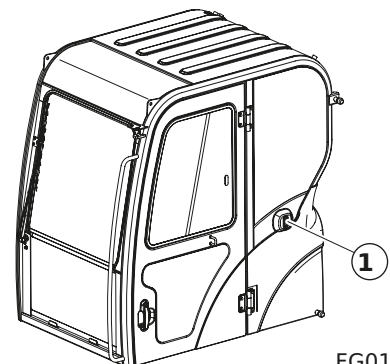

Figura 70
1. El cerrojo del lado de la puerta (1, Figura 70) se utiliza para asegurar la puerta al costado de la cabina cuando está abierta.